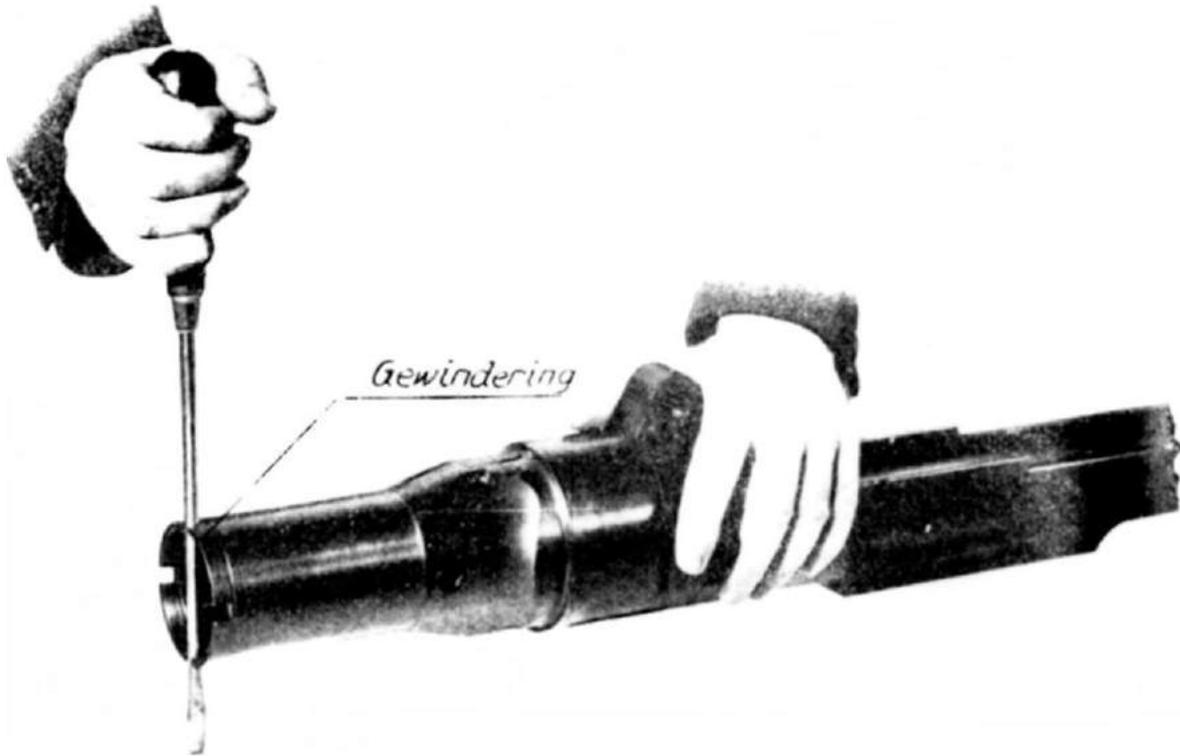

Abb. 65: Abschrauben des Gewindingringes
8. Zerlegen und Zusammensetzen der Führungshülse (Abb. 65 und 66)